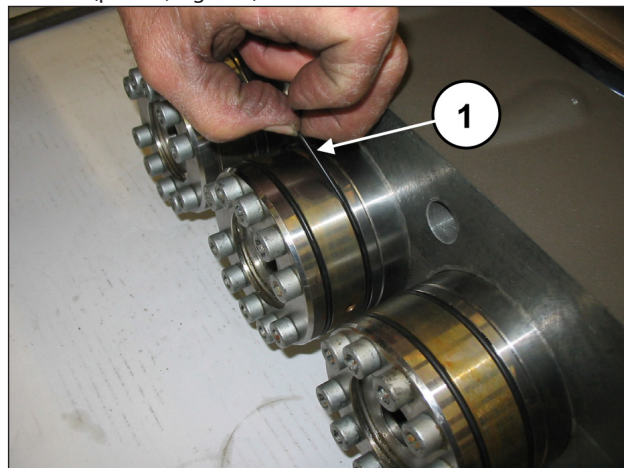
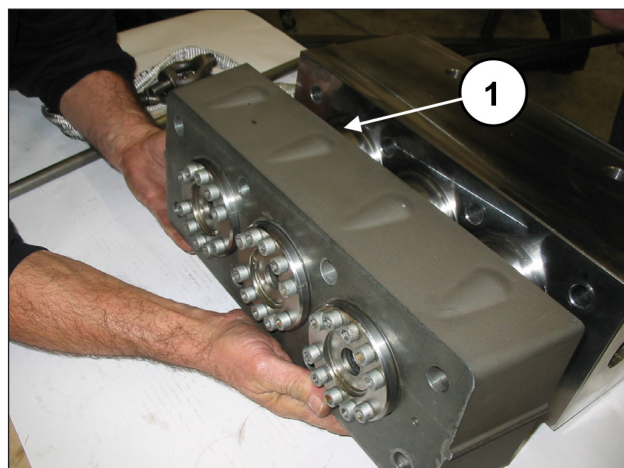

Fig. 110
Fig. 111
Retire os anéis circulares dos suportes do forro (pos. ①, Fig. 110) e retire o espaçador para camisas dos grupos das camisas (pos. ①, Fig. 111).